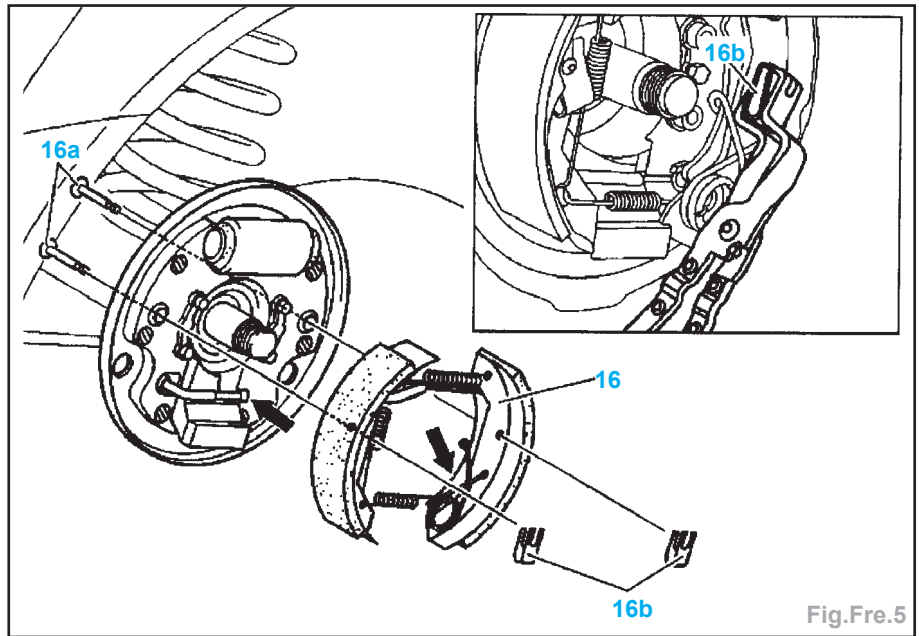

Fig.Fre.5
- les agrafes de fixation (16b) et enlever les goupilles de blocage (16a) (Fig.Fre.5).
- le kit de garnitures de frein (16).